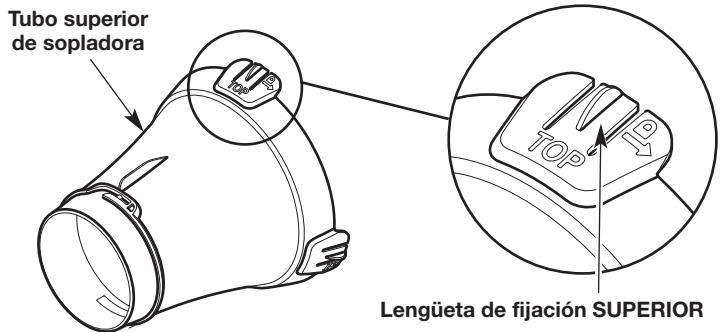

Fig. 1
2. Gire los tubos superiores del soplador para que la lengüeta de fijación SUPERIOR mire hacia arriba (Fig. 1).